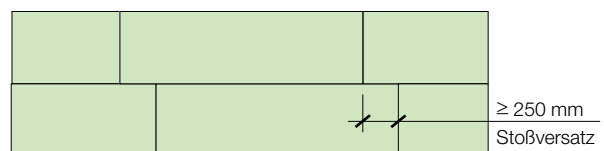

Abb. 3 Stoßversatz bei der Verlegung von ISOLAIR, PAVAWALL-GF und PAVAWALL-BLOC (Großformat)
- Der Stoßversatz bei der Verlegung der Platten muss  $\geq 25$  cm sein (Abb. 3). Bei PAVAWALL-BLOC (Kleinformat 40 x 60 cm) kann der vertikale Stoßversatz auf  $\geq 20$  cm verringert werden.